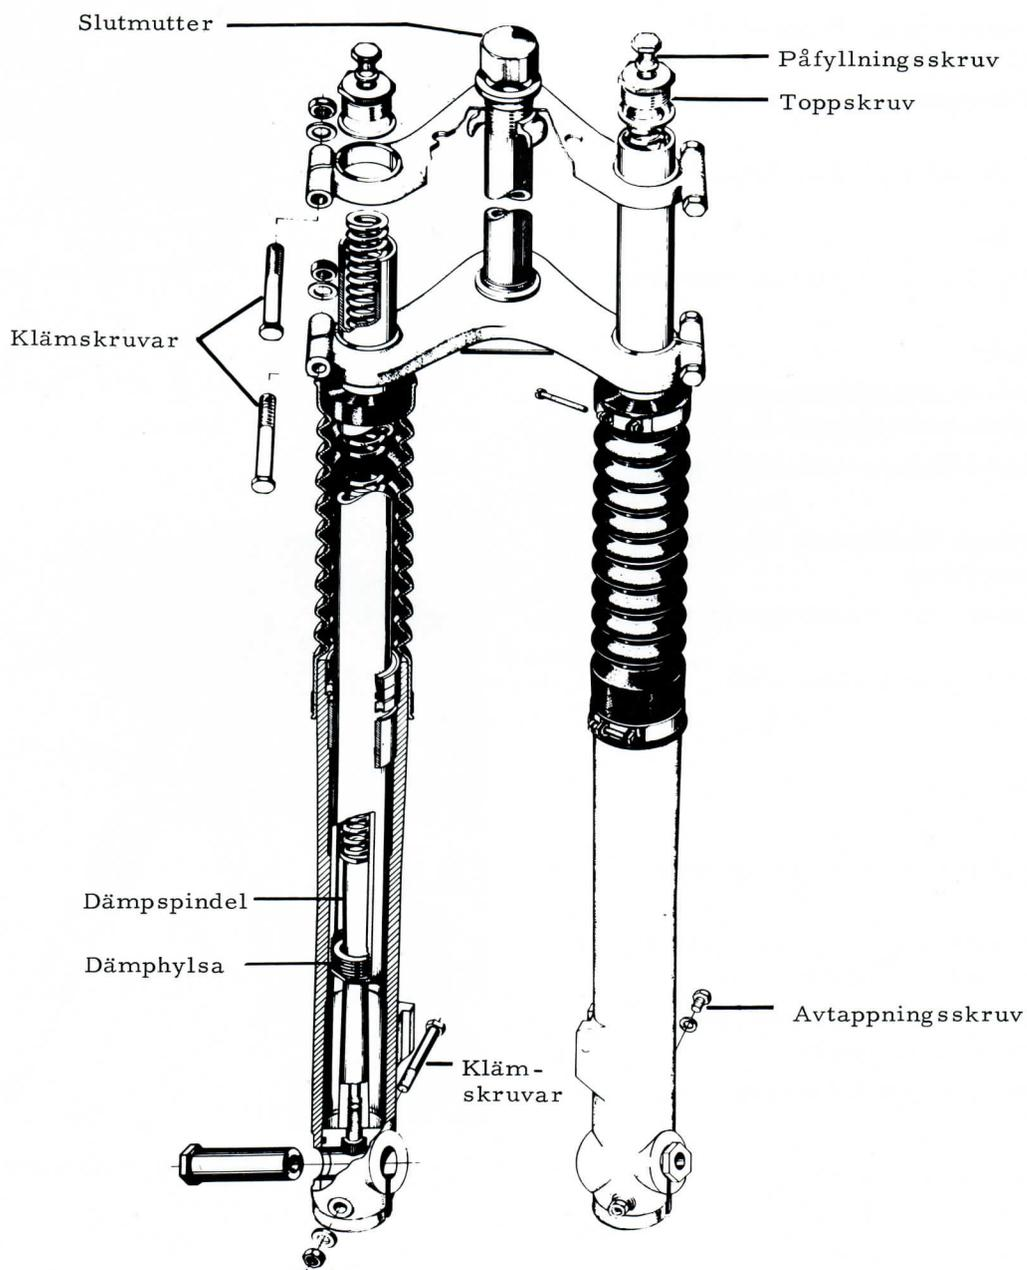

Bild 61-1 Framgaffel
3. Skruva bort avtappnings- och påfyllningsskruvarna, se bild 61-1, och låt oljan rinna ur utan att pressa ihop gaffelbenen.